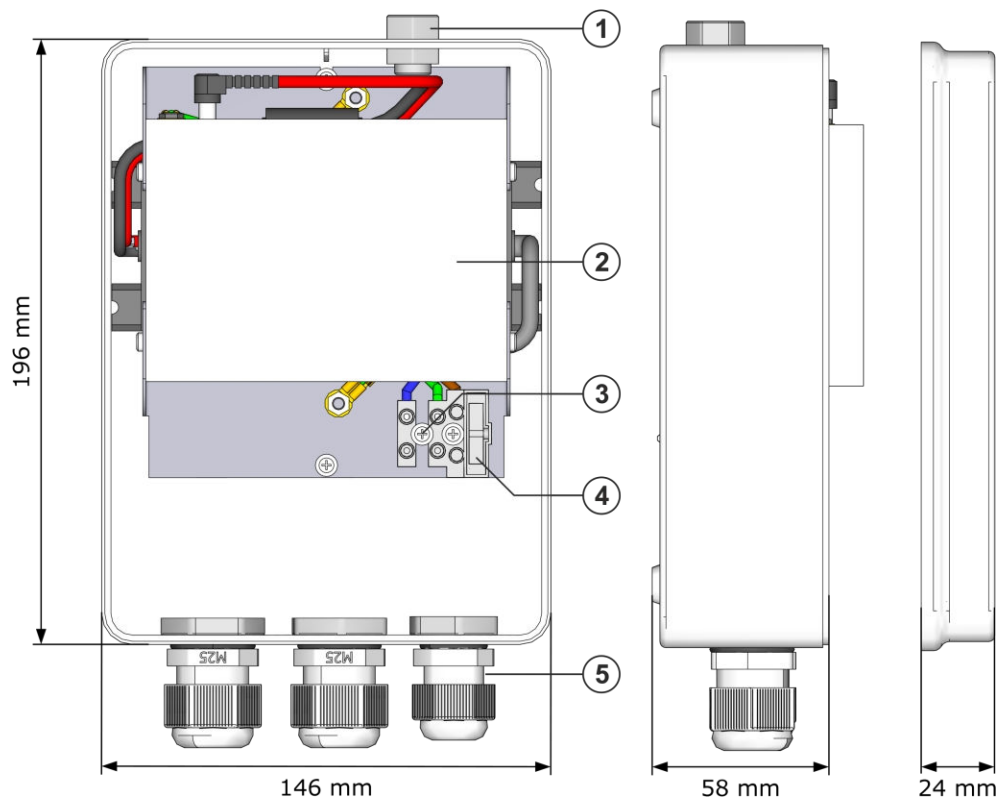

Fig. 2. Vista de la carcasa.
Tabla 1. (véase la fig. 2)
N.º de elemento (Fig. 2)	Descripción